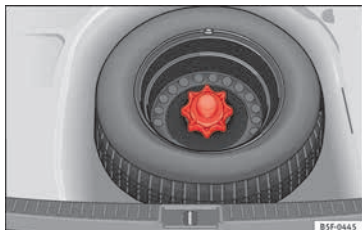

Fig. 242 Rueda de emergencia: piso de carga alzado.
- Alce el piso de carga y manténgalo en posición elevada para poder sacar la rueda de emergencia » **fig. 242.**